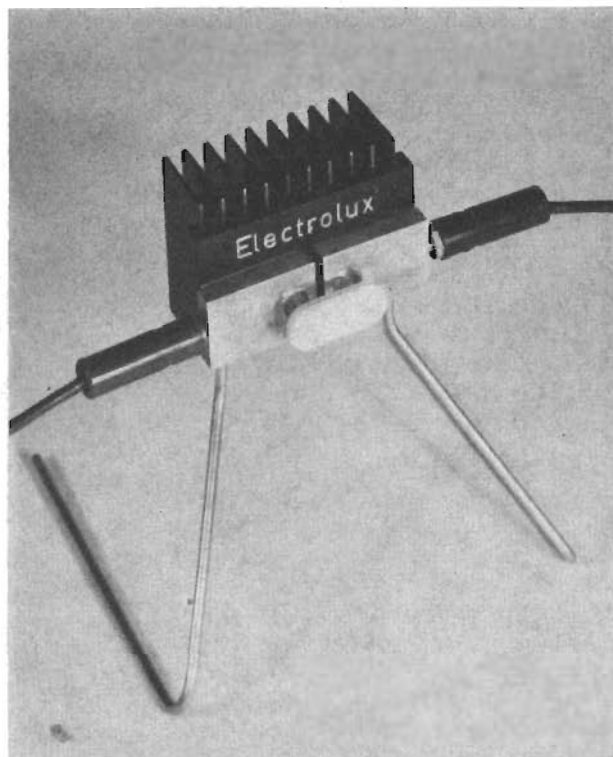
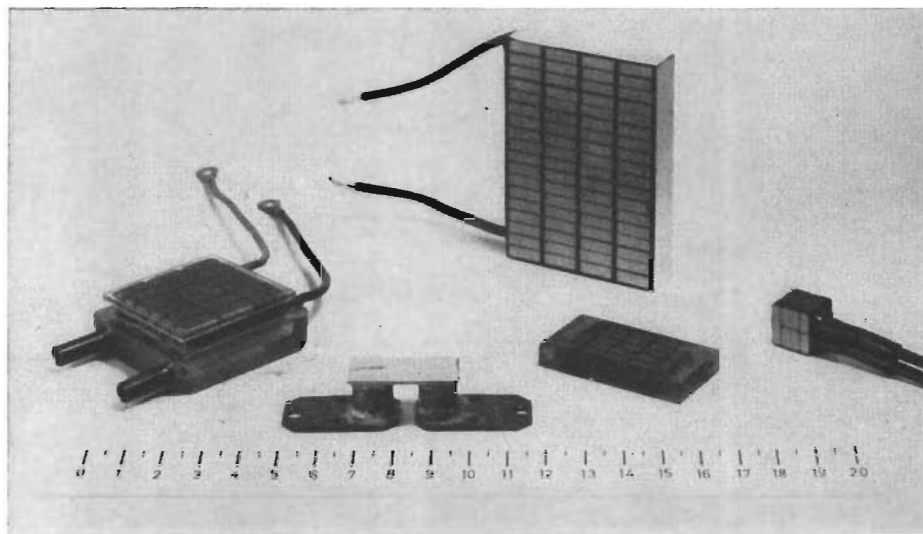
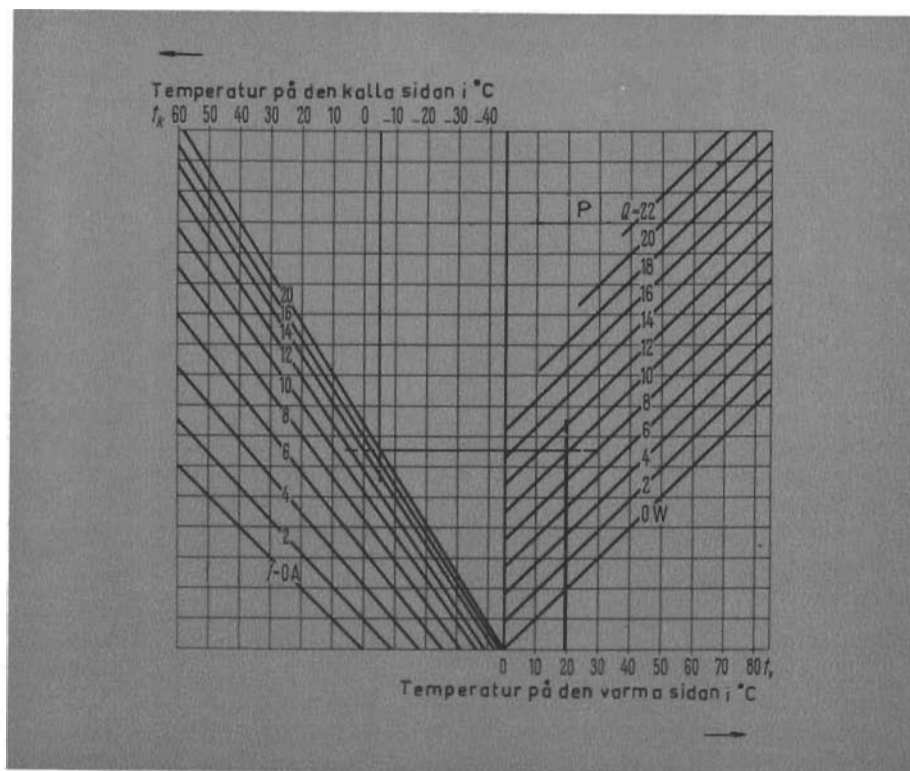

Fig. 9
Fig. 10
Fig. 11
Byggstenen vid konstruktionen av termoelektriska kylsystem är p-n-elementparet, i allmänhet utfört som synes längst fram i fig. 10 eller i fig. 9. Två stavar av n- resp. p-material är förenade med en metallisk brygga samt försedda med kontakter för anslutning till en strömkälla, n-materialet till (+), p-materialet till (-). När strömmen sålunda passerar från n-biten ut i den förenande metallbryggan, sker avkylning enligt Peltier-effekten, och detta inträffar
även vid inträdet i p-biten. Bryggan blir således avkyld, medan de båda kontakterna i halvledarnas andra ändar blir uppvärmda. Detta framgår tydligt av elementet i fig. 9, som utbildat ett lager rimfrost på kontaktbryggan, medan de varma lödstäl-lena måste förses med kylflänsar. Elementet har tillverkats för demonstrationsändamål vid Fysiska Institutionen i Uppsala och har framställts av termoelektriska material med Z-värden lika med $3,0 \cdot 10^{-3}$. Elementets data framgår av diagrammet i fig. 2.
Genom att ett större antal p-n-element elektriskt kopplas i serie, medan de med avseende på värmeföringen arbetar parallellt, kan man uppbygga kylbatterier med stor kapacitet. Ett antal dylika batterier är avbildade i fig. 10. Det största av dem, en prototyp tillverkad av Electrolux' forskargrupp, består av inte mindre än 72
Kyleffekten för elementen beror av den temperaturdifferens vid vilken de arbetar, se ekv. (7). Ett nomogram gällande för det tyska elementet (Siemens) i fig. 10 återges i fig. 11.
Nomogram för beräkning av kyleffekten vid olika driftstemperaturer för kylelementet från Siemens i fig. 10.
Nomogram for cooling power at different temperature conditions of the Siemens cooling element in figure 10.